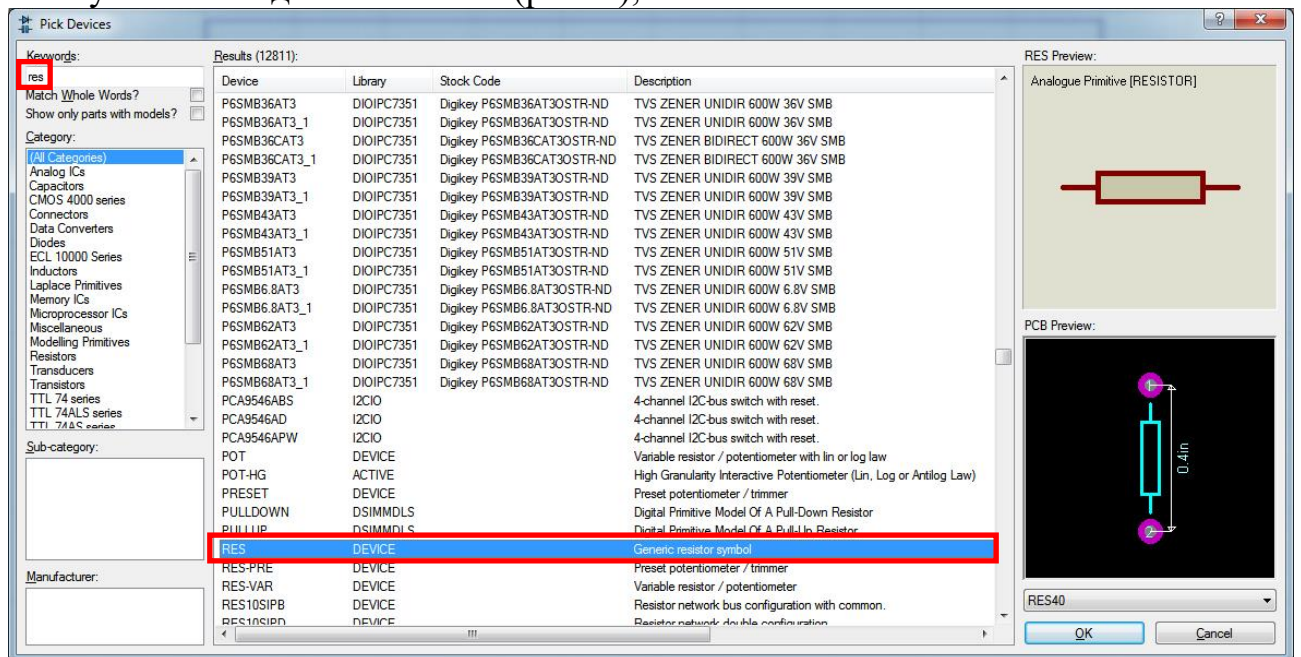

Рис. 2
3) в полі Keywords вікна Pick Devices ввести “res” і в полі results двічі клікнути на знайдений елемент (рис. 2);